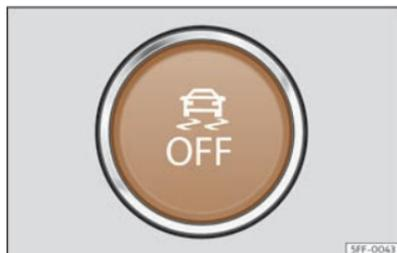

Fig. 97 Nella parte inferiore della console centrale: pulsante per attivare/disattivare l'ESC (a seconda della versione).
- L'ASR può essere attivato e disattivato premendo brevemente il tasto  della console centrale >>> **fig. 97**.
● L'ESC in modalità Sport può essere attivato o disattivato premendo brevemente il tasto  della console centrale >>> **fig. 97.**
● L'ESC può essere attivato e disattivato premendo a lungo il tasto  della console centrale >>> **fig. 97.**